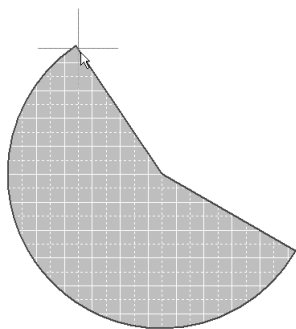

图 3-55 确定扇形开口起点位置
3) 此时, 光标跳到扇形的开口起点处, 移动光标选择合适的开口位置, 单击鼠标左键确定开口起点位置, 如图 3-55 所示。